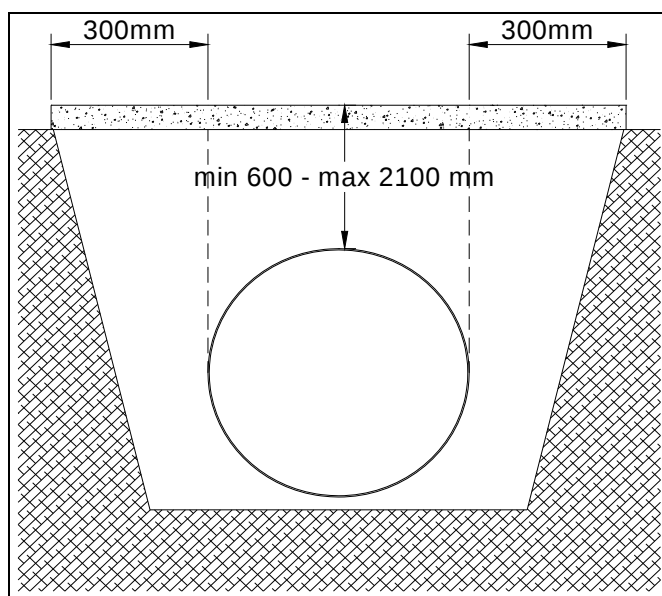

Figura 5 Soletta (se necessaria) min e max profondità di interro
- La soletta di rinforzo carrabile deve essere realizzata in maniera idonea, al fine di poter sostenere il carico del traffico veicolare, mantenendo inalterate le proprie caratteristiche. Le dimensioni della soletta di rinforzo in cemento, devono estendersi per almeno 300 mm, oltre la tangente perpendicolare al manufatto, su entrambe i lati del manufatto stesso (Figura 5).